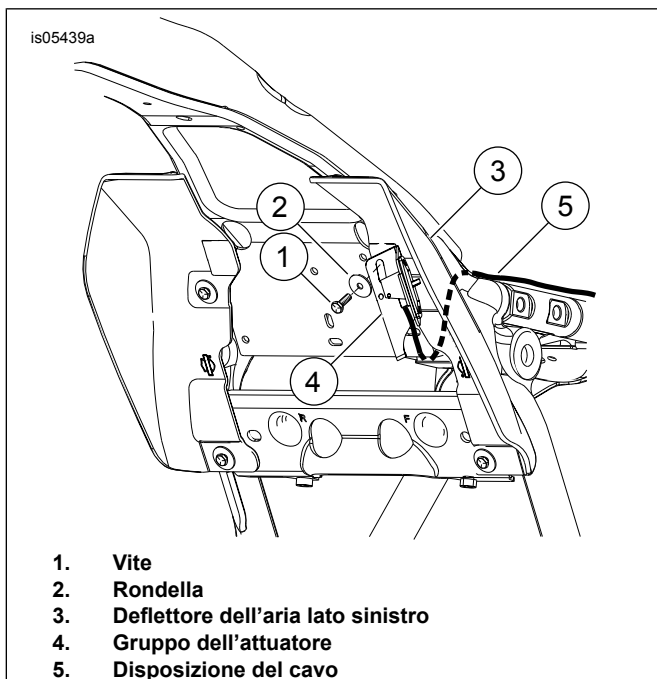

Figura 5. Installazione del gruppo dell'attuatore col deflettore dell'aria centrale
3. Vedere Figura 5 Estrarre dal foro del telaio il fermafilo in plastica della candela, nel punto in cui si andrà a montare la staffa della maniglia di regolazione. Eliminare il fermafilo di plastica.
8. Figura 5 Assicurarsi che il cavo di regolazione dello schienale non sia collegato alla staffa di montaggio. Partendo dall'attuatore, far passare il cavo dello schienale sotto la piastra della traversa e poi in alto lungo il telaio (5).
10. Figura 5 Far scorrere il lato piatto della staffa dell'attuatore (4) dietro ai fili e allineare il foro di montaggio superiore del deflettore alla fessura della staffa della maniglia di regolazione. Accertarsi che la linguetta piegata sulla staffa si innesti sul bordo della piastra della traversa. Una volta effettuato l'allineamento, inserire e serrare la vite con la rondella.